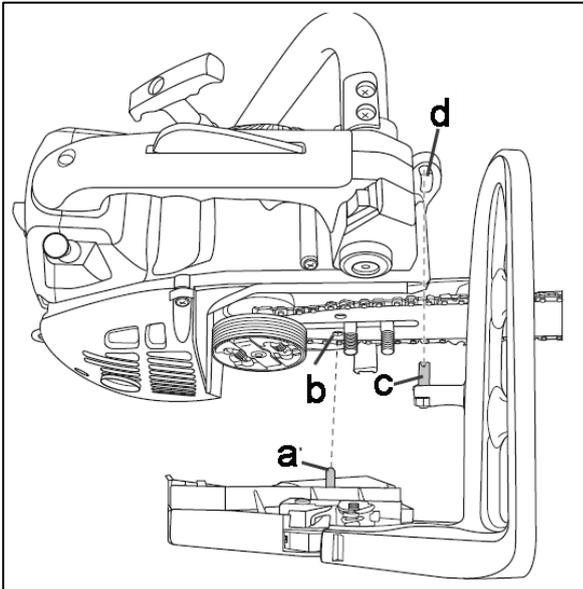

Fig.12
- 9) Remettez le couvre-pignon, en vous assurant que la dent de tension (Fig. 12
élément a) est correctement insérée dans le trou (Fig. 12 élément b) du guide-chaîne et que la goupille de butée sur le levier de frein (Fig. 12 élément c) est correctement insérée dans le trou du boîtier (Fig. 12 élément d).